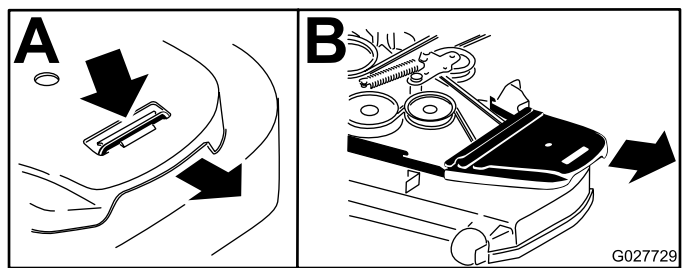

Figure 97
4. Déposez les protège-courroies (Figure 97).